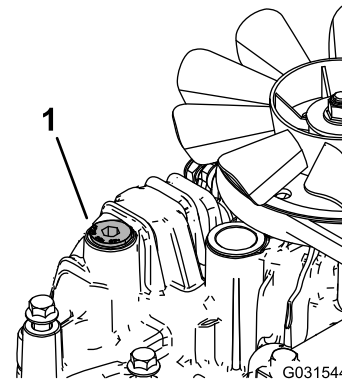

Figure 76
11. Dévissez le bouchon d'aération sur chaque transmission pour qu'il soit desserré et ballotté (Figure 76).